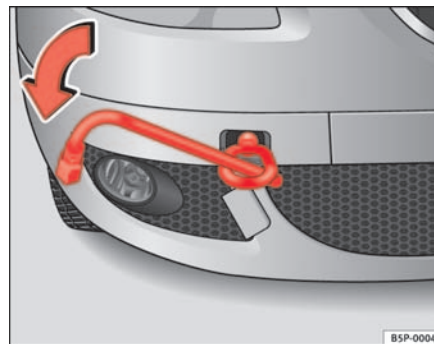
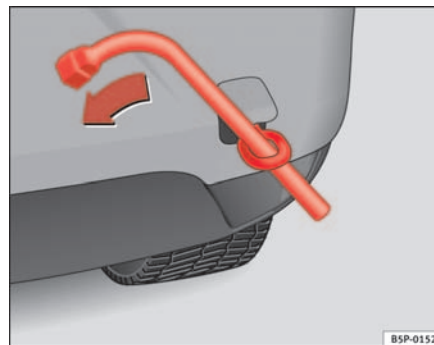

Abb. 195 Frontpartie rechts: Einschrauben der vorderen Abschleppöse
Abb. 196 Einschrauben der Abschleppöse hinten
- Schrauben Sie die Abschleppöse in Pfeilrichtung *links* herum bis zum Anschlag vorne ⇒ Seite 265, Abb. 195 oder hinten ⇒ Seite 265, Abb. 196 in die Gewindebohrung ein.